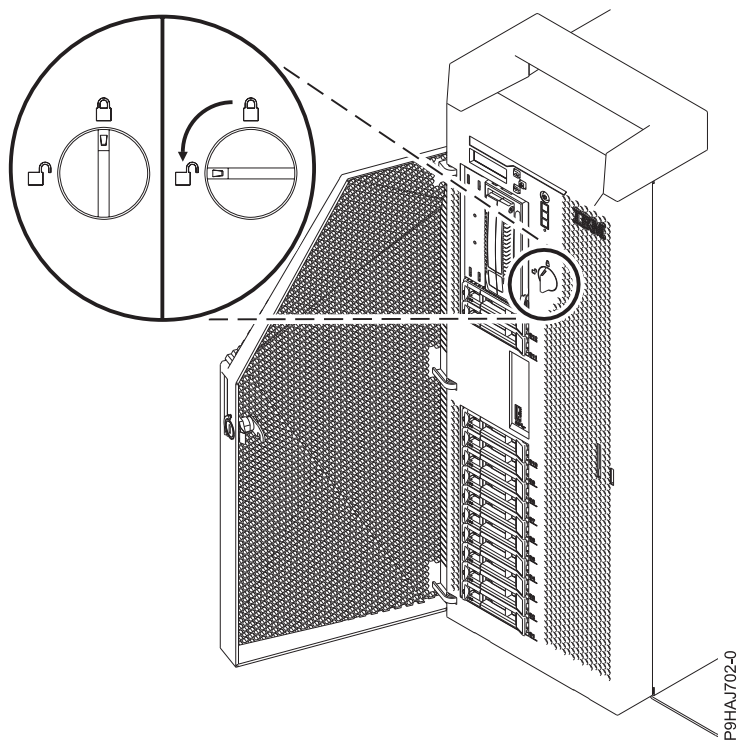

Figura 16. Apertura del pestillo de la cubierta frontal
3. Gire el pestillo de la cubierta hacia la izquierda (en sentido contrario a las agujas del reloj) para desbloquear la cubierta como se muestra en la Figura 16 en la página 36. En el sentido vertical queda bloqueado; en el sentido horizontal queda desbloqueado.